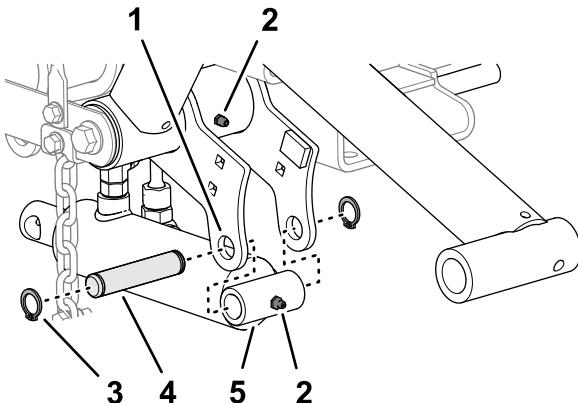

Figura 12
1. Alinee el extremo del tapón del cilindro de elevación con los taladros en las bridas del brazo de elevación izquierdo (Figura 12).
2. Monte el cilindro en las bridas con el pasador de montaje y 2 anillas a presión (Figura 12).
3. Aplique grasa de litio n.º 2 a los engrasadores del brazo de elevación y el cilindro hidráulico (Figura 12).